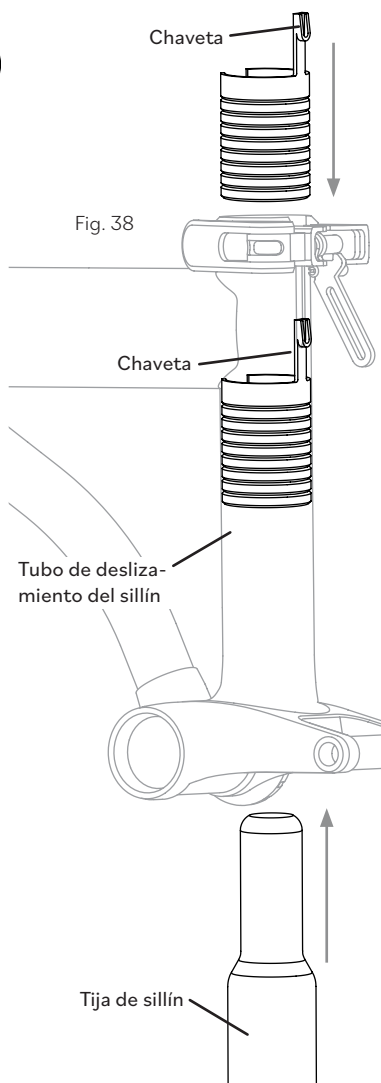

Fig. 38
- Pellizque el inserto de altura del sillín e insértelo en la parte superior del tubo del sillín, alineando la chaveta con la ranura (fig. 38)
- Encaje la chaveta con la base de la ranura (fig. 38)
- Vuelva a colocar la tija de sillín en la parte inferior del cuadro (fig. 38), asegurándose de que la tija esté limpia